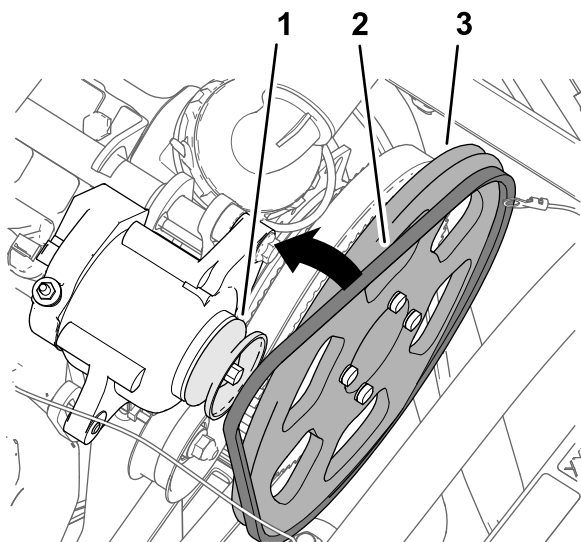

Bild 185
- Verlegen Sie den Keilriemen über die Antriebsscheibe (279 mm) und die Riemenscheibe der Lichtmaschine (Bild 185).